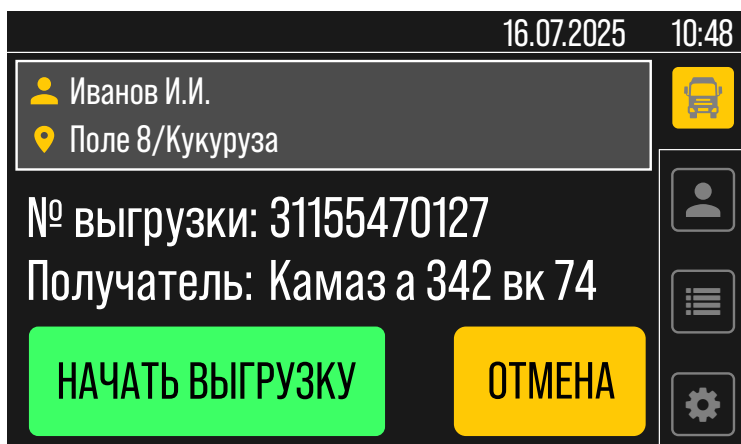

Рис.11. Экран запуска выгрузки
- Нажмите **«Начать выгрузку»** (**Рис.11**). Процент выполнения выгрузки отображается только тогда, когда в инженерном меню дисплея параметр «Время одной выгрузки, сек» имеет значение, отличное от нуля. Процент указывается от этого значения.
- Нажмите «**Начать выгрузку**» (**Рис.11**). Процент выполнения выгрузки отображается только тогда, когда в инженерном меню дисплея параметр «Время одной выгрузки, сек» имеет значение, отличное от нуля. Процент указывается от этого значения.